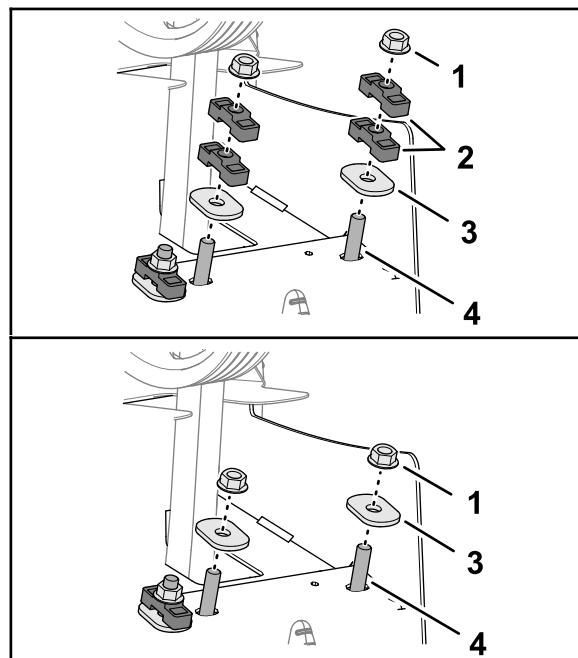

Figura 134
6. Fije el eje del amortiguador y los espaciadores en el bastidor trasero con las arandelas ovaladas endurecidas y las contratuerzas (Figura 134).